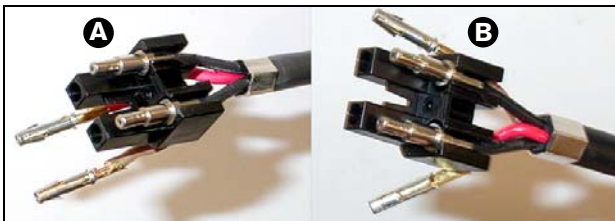

рисунок 30.31: Монтажный блок и задняя часть корпуса
- 27 Вложите металлические наконечники в монтажный блок (см. рисунок 30.31).